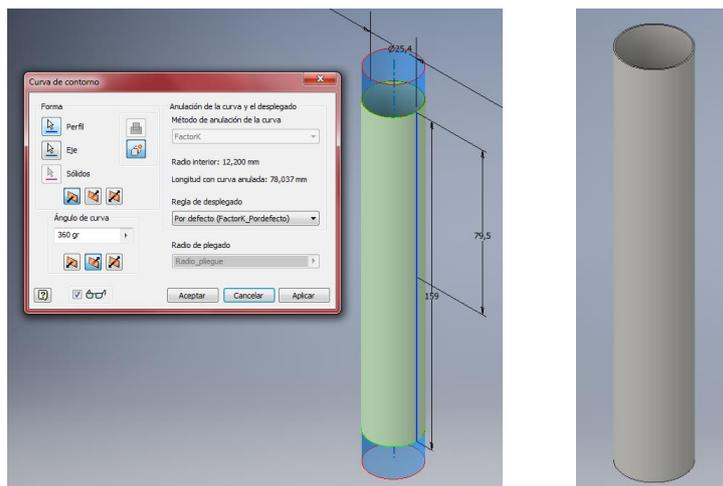

Ilustración 508. Aplicación del comando Curva de contorno en “Tubería_Doble_T_1”. Tubería Doble T.
2. Sobre el boceto, dibuje una línea de longitud 159mm y que diste del eje de rotación 12.7mm (media pulgada), como se muestra en la *Ilustración 508*.